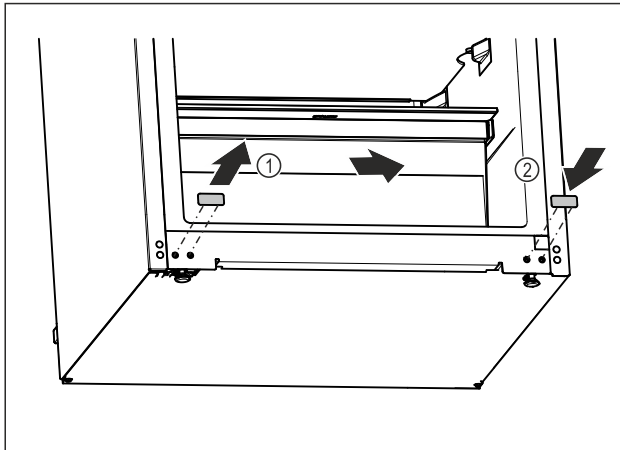

Fig. 17
- ▶ Витягніть заглушки. Fig. 17 (1)
- ▶ Вставте заглушки з протилежного боку. Fig. 17 (2)